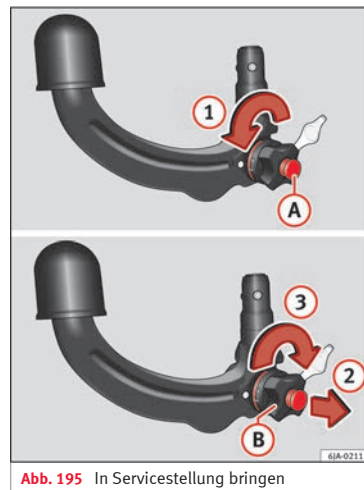

Abb. 195 In Servicestellung bringen
- Drehen Sie den Schlüssel **(A)** in Pfeilrichtung **(1)** bis zum Anschlag »» **Abb. 195**.